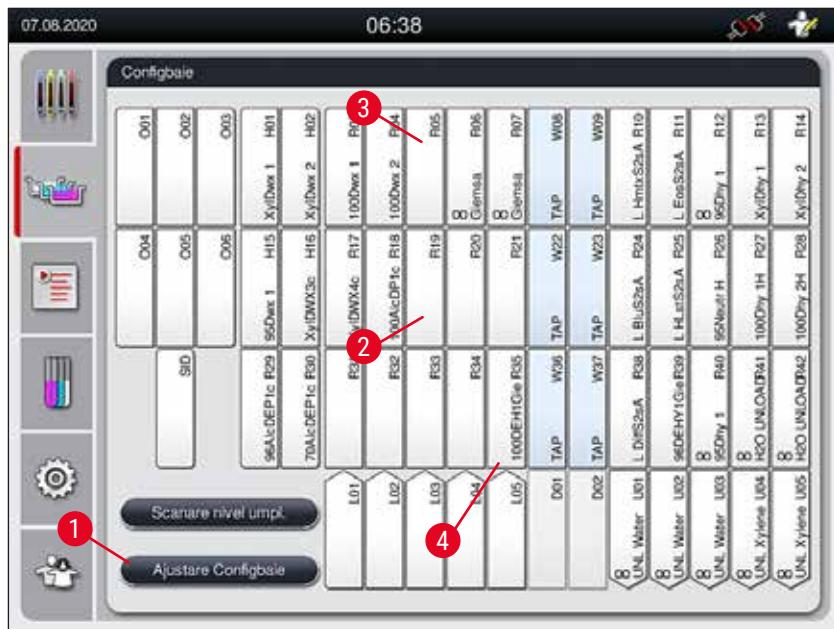

Fig. 61
1. În vizualizarea Configbaie (→ "Fig. 61"), apăsați butonul **Ajustare Configbaie** (→ "Fig. 61-1").
1. Pentru a muta stațiile de reactivi, selectați-le pe rând în Configbaie (→ "Fig. 61") prin atingere și apoi atingeți o poziție liberă din clipboard (→ "Fig. 64-1").